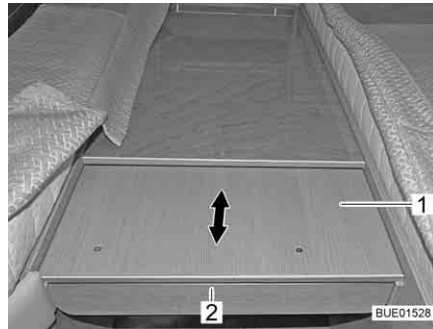

Fig. 137 Extraer el ensanchamiento de cama
- Meter las manos debajo del panel (Fig. 137,2) y extraer la prolongación (Fig. 137,1) hasta el tope.